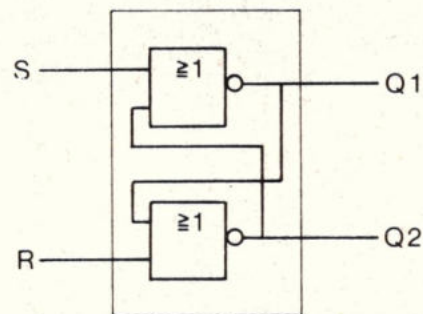
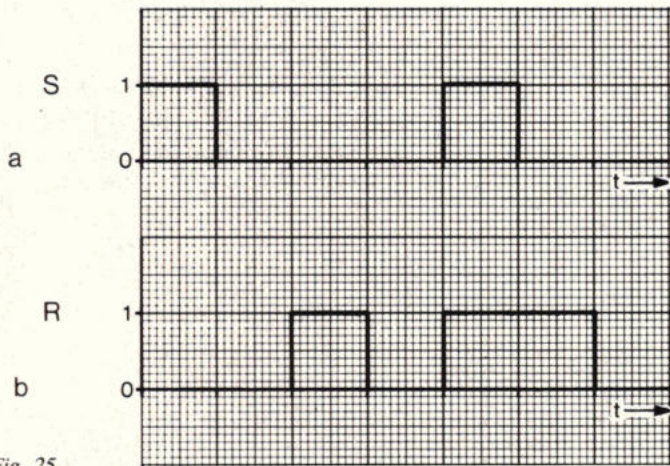

Fig. 24.
Fig. 25.
9. Fig. 24 toont een SR flip-flop opgebouwd uit twee NOR-schakelingen. In fig. 25 zijn de tijdvolgordediagrammen van de signalen op de S- en de R-ingang afgebeeld.